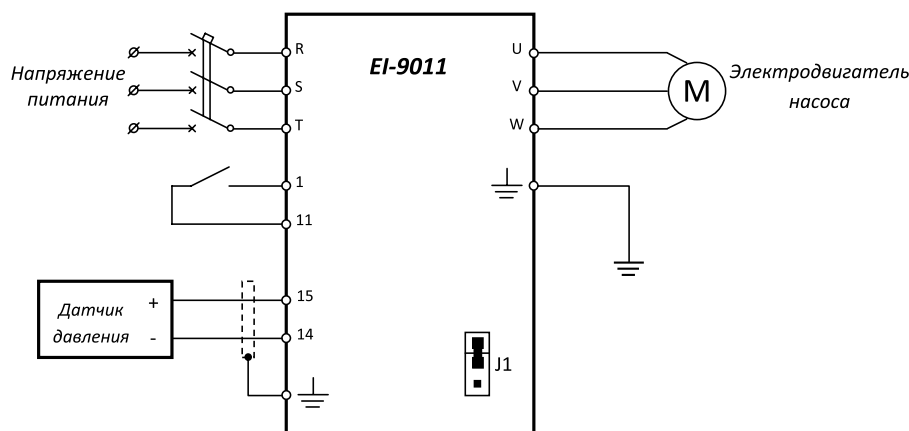

Рис. 7. Схема подключения преобразователей частоты серии EI-9011
1. Подключить преобразователь частоты согласно рис. 7.